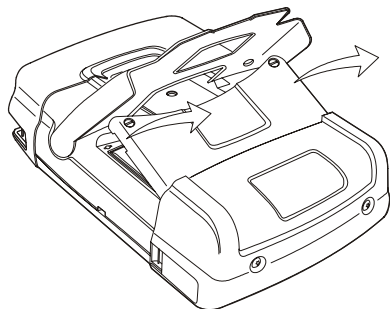

Рис. 43. Снятие крышки аккумуляторного отсека
4. Поднимите и снимите крышку аккумуляторного отсека, (Рис. 43)